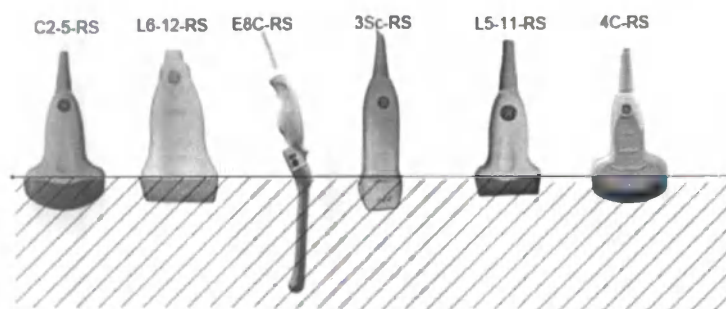

Рис. 5-11. Уровни погружения датчика
1. Наденьте чистую пару перчаток и налейте в раковину или контейнер теплую питьевую воду (30–40 °C) в количестве, достаточном для погружения датчика до уровня, указанного на Рис. 5-11 на стр. 5-27.
3. Погрузите датчик в приготовленный чистящий раствор до необходимого уровня и убедитесь, что на поверхности не осталось пузырьков воздуха. Не погружайте датчик ниже уровня, указанного на Рис. 5-11 на стр. 5-27.